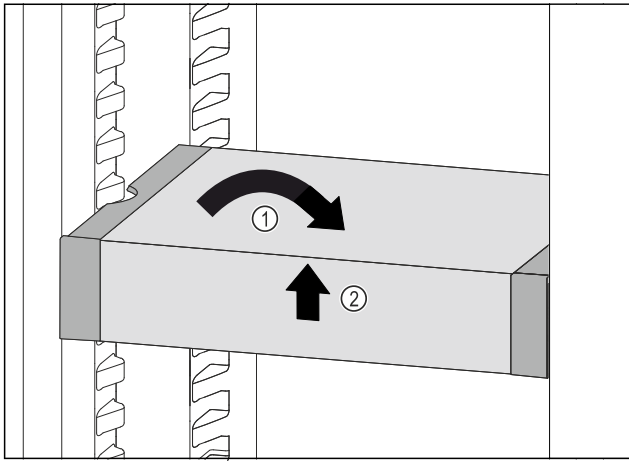

Fig. 89
- ▶ Aseta VarioSafe suoraan. Fig. 89 (1)
- ▶ Nosta VarioSafe-vetolaatikkoa edestä. Fig. 89 (2)